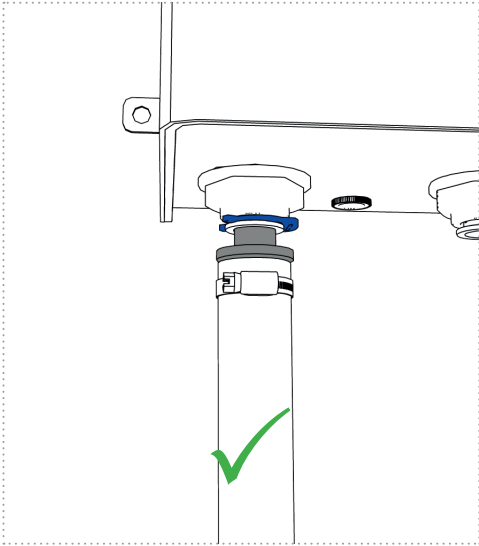

Figure 14a
6. Vérifiez que toutes les connexions sont correctement en place et que l'unité UV est raccordée sans tension (figures 14a et 14b).